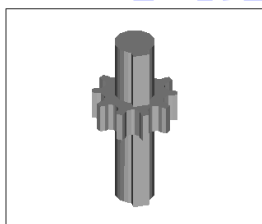

图 15-57
本例制作的机器传动齿轮连杆, 结果如图 15-57 所示。
(16) 单击  按钮或者执行 `View→Render→Render` 命令。选择合适的材质，最终得到图 15-57 所示的效果。